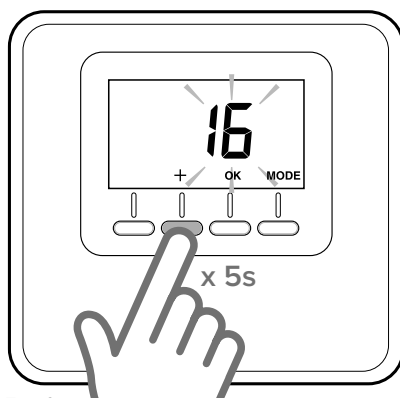

Fig. 6
- Pressionar a tecla “+” no sensor ambiente (Fig. 6) durante 5 segundos. O visor apresenta, alternando, a versão do software e o índice de modificação.